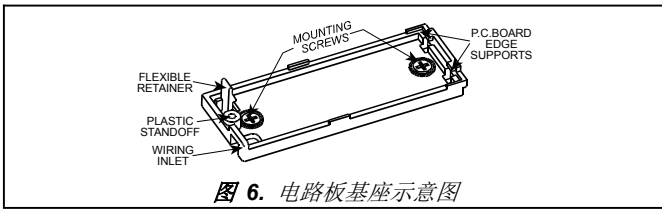

图 6. 电路板基座示意图
E. 弯曲电路板两头的护圈(图 6) 然后从基座上取下电路板。